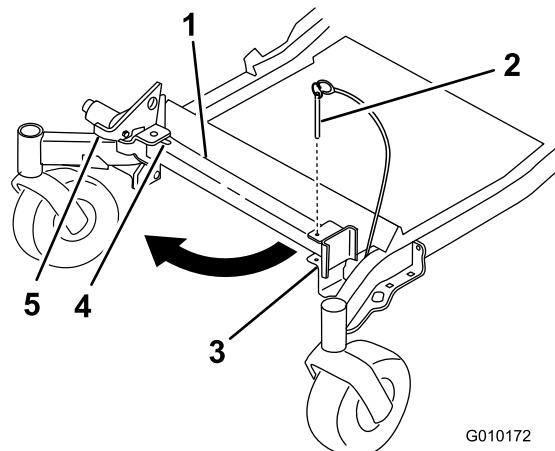
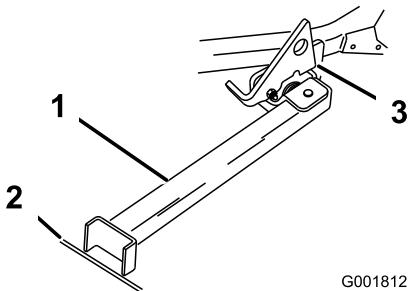

Figure 39
Figure 40
2. Retirez la goupille du support (Figure 39).
3. Soulevez le verrou. Dépliez le pied du support et poussez le support vers la machine dans la base de la fente (Figure 39 et Figure 40).
4. Posez le pied du support sur le sol et appuyez le verrou sur la languette de pivot (Figure 40).
- Remarque:** Pour obtenir de meilleurs résultats, placez le pied du support dans des fissures du trottoir ou du gazon (Figure 40).
6. Montez la machine sur le support. Arrêtez-vous quand le verrou retombe sur la languette en position verrouillée (Figure 40). Une fois la machine en place sur le support, serrez le frein de stationnement et coupez le moteur.
5. Ramenez le support à sa position de repos (Figure 39).